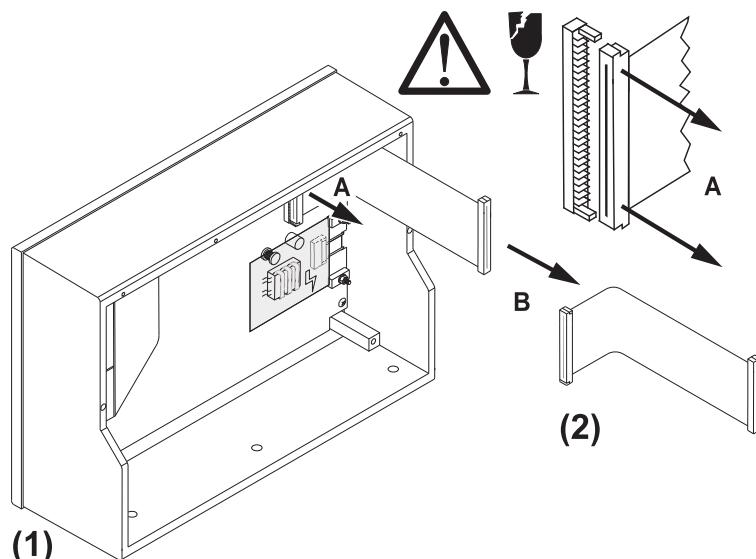

Bild D 7-5: Entfernen des Flachband-Anschlusskabels von der Displayplatine
4. Lösen Sie nun vorsichtig das andere Ende des flachen Display-Kabels aus der Anschlussverbindung rechts oben auf der Display-Platine. Achten Sie darauf, Stecker und Flachbandkabel nicht zu beschädigen. Legen Sie das flache Display-Kabel zur Haupt- und Anschlussplatine. (Bild D 7-5)